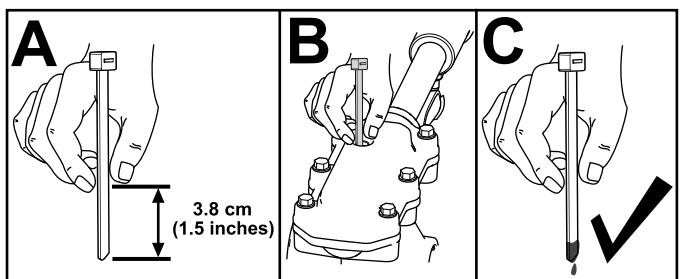

Figure 32
3. Contrôlez le niveau d'huile au moyen d'un dispositif de mesure adéquat, par exemple un serre-câble propre. Le niveau d'huile doit se situer à 3,8 cm (1,5 po) environ sous l'orifice de remplissage (**Figure 32**).